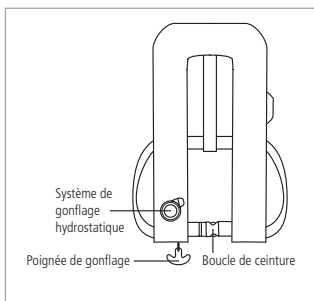

FIGURE 30 CORRECT
- 10) Assurez-vous que la poignée de gonflage est à l'extérieur du gilet replié. La figure 30 montre un gilet de sauvetage correctement replié.